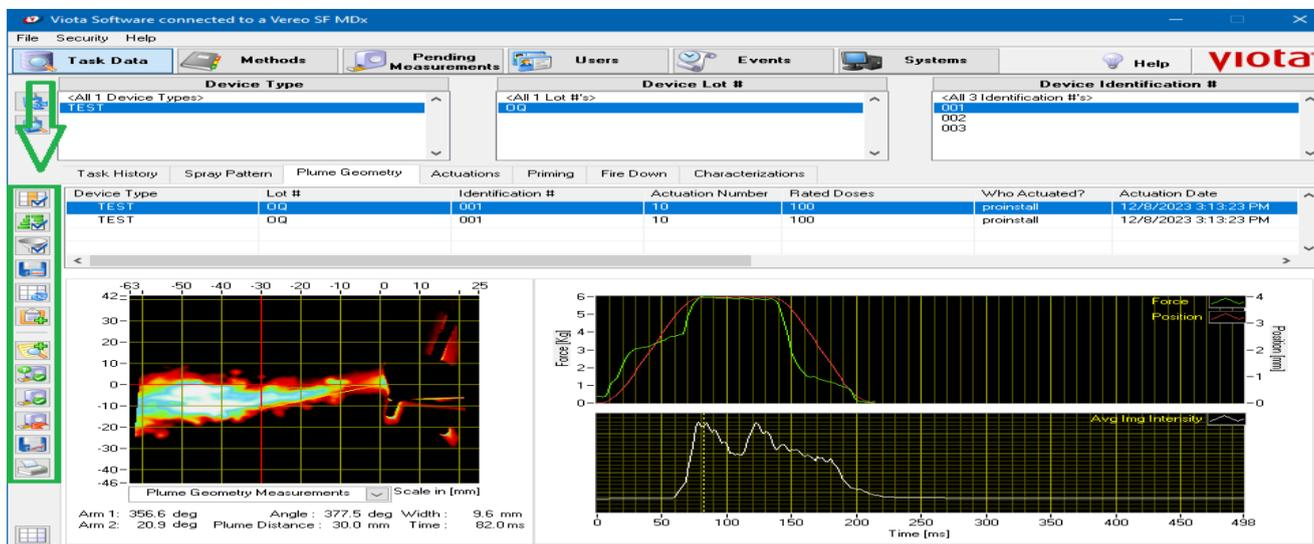

Figura 108. Aprovações de tarefas geometria da pluma.
- Aprove os dados das medições da geometria da pluma após selecionar o registro e clique no botão *Approve Measurement* conforme Figura 108, e quando solicitado insira seu registro eletrônico, clicando na assinatura. Assim que um registro de medições da geometria da pluma for aprovado, uma marca de aprovação aparece a esquerda da primeira coluna. Filtre os registros da tarefa de medição alternando os seguintes botões:
- Show Only Approved Measurements para ver apenas medições aprovadas, conforme Figura 108.
- Hide Approved Measurements botão para ocultar medições aprovadas, conforme Figura 108.
- Show All Measurements botão para visualizar todas as medições, conforme Figura 108.